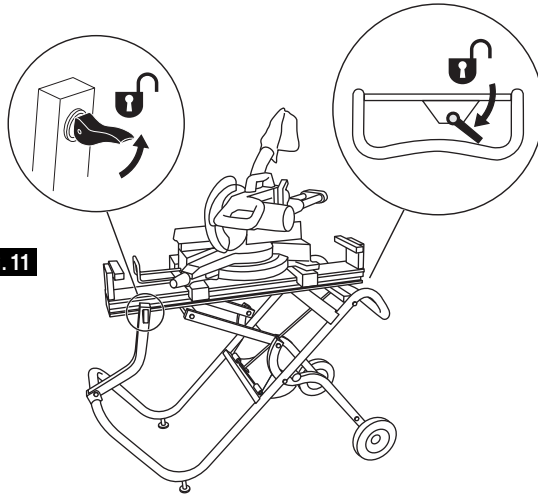

FIG. 11
1. Déverrouillez le verrou à came du pied de soutien (Figure 11).
2. Faites tourner le levier de dégagement vers le bas afin de dépasser les goupilles d'arrêt (Figure 11).